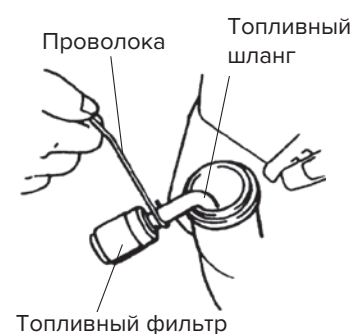

Рис. 19b
3. С помощью проволочного крючка аккуратно вытяните топливный фильтр через горловину топливного бака (рис. 19b).